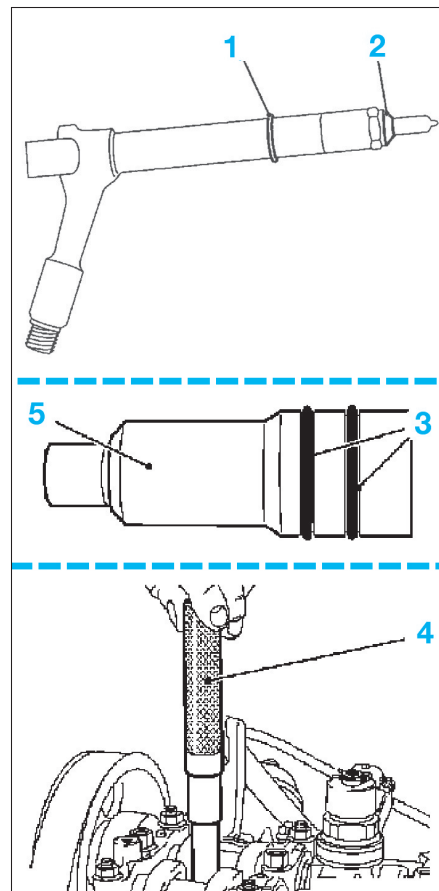
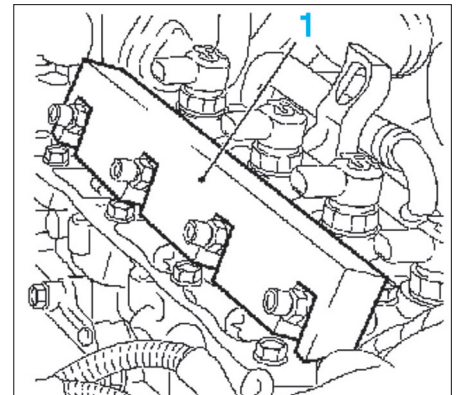

FIG. 16
FIG. 17
À le reposer, respecter les couples de serrages prescrits. Remonter les injecteurs préalablement repérés, à leur position d'origine. Il sera nécessaire de changer les joints toriques (1) de l'injecteur et (3) de la douille si celle-ci a été déposée ainsi que les joints cuivre (2) (fig. 16).
La douille pare-chaaleur (5) doit être replacer sur la culasse à l'aide d'un mandrin adapté ou de l'outil (4) KM-6357 avant le remontage de l'injecteur (fig. 16). Il sera également nécessaire d'aligner les injecteurs avec l'outil KM-6358 (fig. 17).